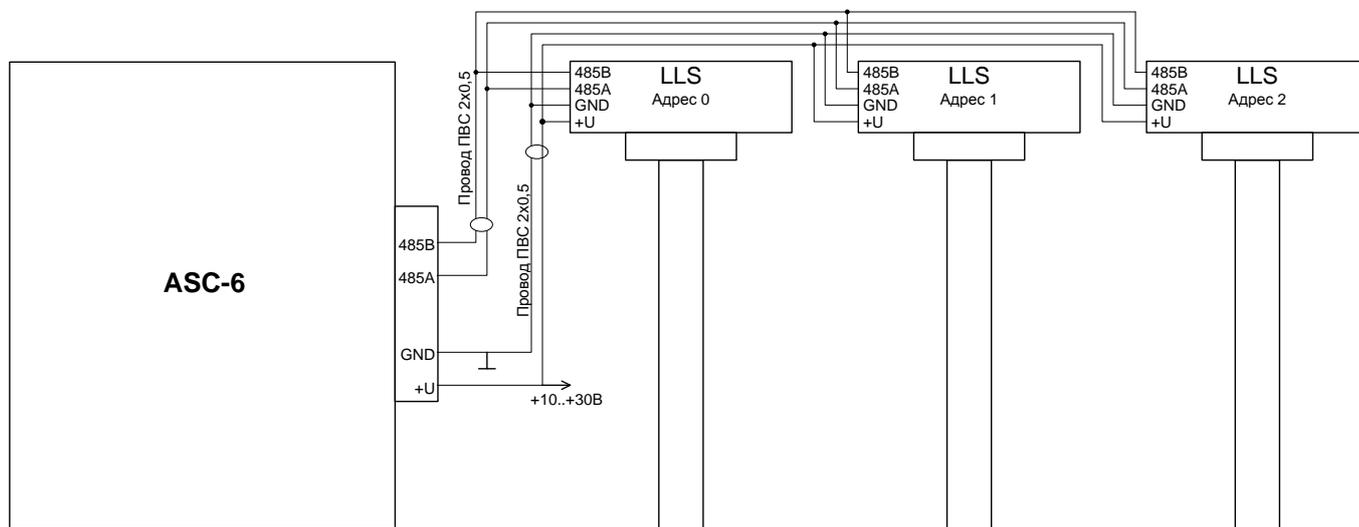

Рис. 5. Схема подключения датчиков уровня топлива LLS по интерфейсу RS485.
5.1.4. Подключите до трех датчиков уровня топлива LLS по интерфейсу RS485 к контактам 2,3 разъема MF-20F (см. рис. 5). Терминал опрашивает датчики LLS с адресами 0, 1, 2. Задайте подключаемым датчикам уровня топлива данные адреса для работы в сетевом режиме и скорость интерфейса 19200бод.